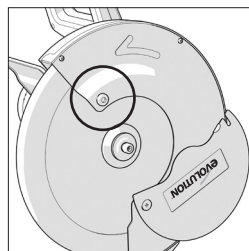

Fig. 2
- Suelte el tornillo que asegura la protección del eje y gire la protección hacia arriba para ver el eje de la máquina. (**Fig. 2**)